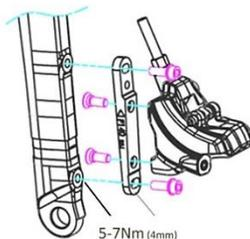

Abb. D-1 Vorderen Bremssattel an den Montagelöchern der Gabel ausrichten
- Verbinden Sie Adapter und vorderen Bremssattel, das Drehmoment zum Festziehen beträgt 5 – 7 Nm (4 mm) (**Abb. D-1**)